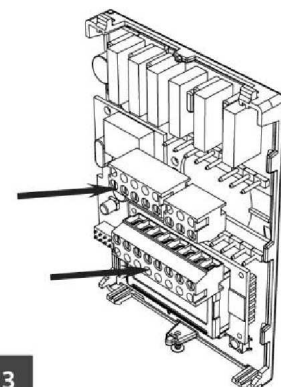

Fig. 3
11. Осторожно задвиньте провода назад в отверстие в стене (Fig.3).
12. Установите обратно терминальные панели на печатную плату(Fig.3).